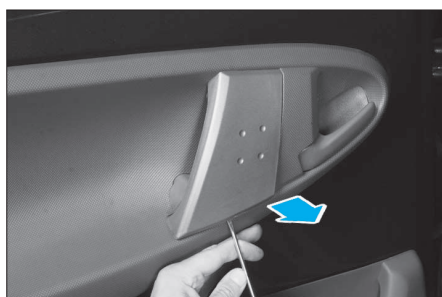

FIG. 67
- Décliper en (A) comme illustré l'enjoliveur de poignée intérieure (Fig.67 et 68).